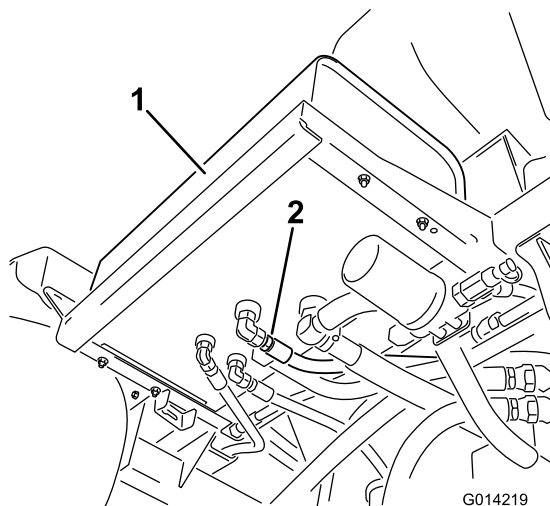

図 63
2. 油圧オイルタンクの底面についているホースのうちの1本の周辺をきれいに拭く (図 63)。
4. ホースのフィッティングをタンクから外してオイルを容器に受ける (図 63)。